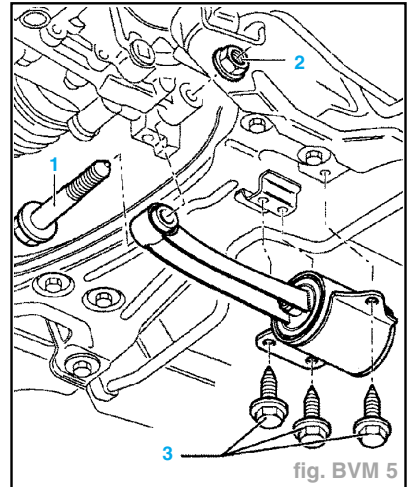

fig. BVM 5
- Déposer l'appui pendulaire, dévisser à cet effet à cet effet les vis (3) et l'écrou (2), puis retirer la vis (1) (fig. BVM 5).
- Poser le bras oscillant ; mettre en place à cet effet la vis (1), puis visser l'écrou (2) et les vis (3) (fig. BVM 5).